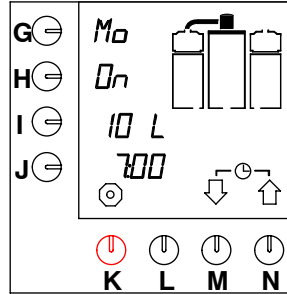

Fig. 13 Temporizador do modo de espera
- O relógio no visor começará a piscar e a preparação do café ocorrerá na hora determinada. O modo de espera aparecerá no visor (consulte a fig. 13).